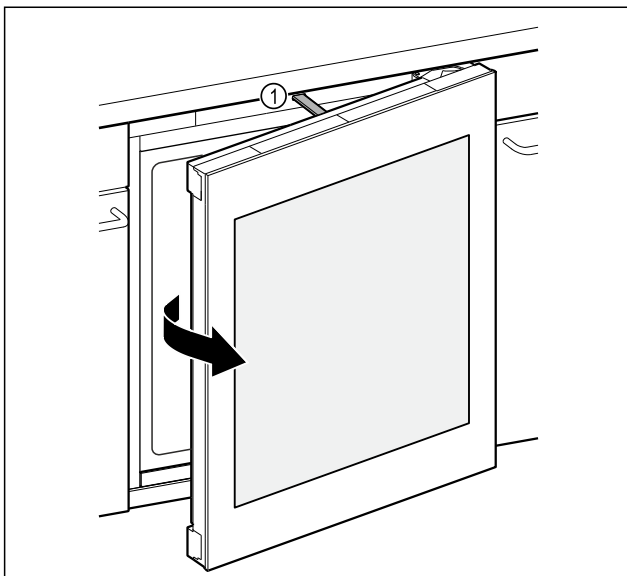

Fig. 84
- ▷ De duwstang Fig. 84 (1) opent de deur ongeveer 7 cm.